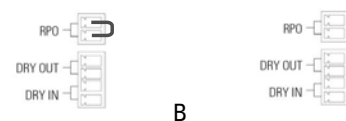

Abb. 21. Stecker für den externen RPO-Schalter.
- Sobald der Anschlussstecker aus der Steckdose, in der er eingesteckt ist, herausgezogen wird. Dieser Stecker ist an einem Kabel als eine Art Brücke, die den Stromkreis schließt, angeschlossen (siehe Abb. 21-A).
- Oder, wenn der externe Schalter des Geräts und des Benutzers, der zwischen den Anschlüssen des Steckers installiert ist, betätigt wird (siehe Abb. 21-B) Der Anschluss am Schalter muss mit einem normalerweise geschlossenen Kontakt -**NC**- ausgestattet sein, der den Stromkreis öffnet, wenn er betätigt wird.